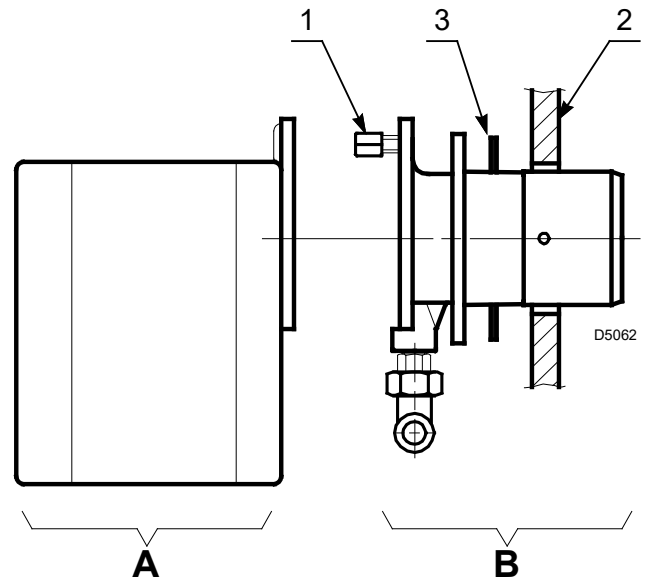

Fig. 8
- Separare la testa di combustione dal resto del bruciatore togliendo il dado 1) e sfilando il gruppo A)(Fig. 8).
- Fissare il gruppo B)(Fig. 8) alla piastra 2) della caldaia interponendo lo schermo isolante 3) fornito a corredo.